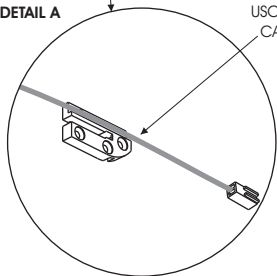

Fig 5
- Scegliere le staffe adatte (4) in funzione dello spessore del pannello laterale. Questa scelta è facilitata dalle didascalie stampate sulle staffe stesse che permettono, inoltre, di individuare più facilmente la staffa Dx e la staffa Sx.
- Fissare le staffe (4) al mobile mediante le viti (5) in confezione (fig.5)
- Choose suitable brackets (4) based on the thickness of the side panel. This choice is facilitated by the inscriptions printed on the brackets themselves, which also make it easier to identify the rh and lh bracket.
- Fasten the brackets (4) to the cabinet using the screws (5) in the package (fig.5).